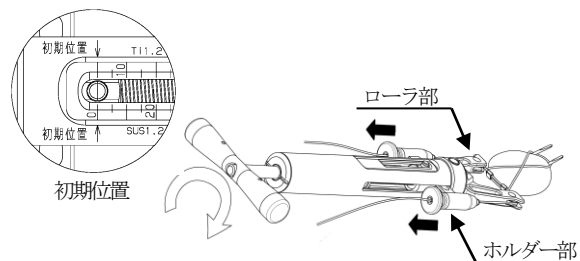

図11
- 4) ケーブルテンショナー (ダブル) の目盛りが初期位置にあることを確認し、ケーブルをケーブルテンショナー (ダブル) の先端ローラ部にかかけ、ケーブルホルダー部に通します。その後、ケーブルのたるみを取り除きます。テンショナー先端、ケーブル、スリーブ部を一直線上に配置し、ハンドルを右回転させ、ケーブルに張力をかけていきます。(図11) ケーブルが滑り、張力が適切にかからない場合、テンショナーのハンドルを左回転させて初期位置に戻した後、スベアホルダーを接続し、ケーブルのたるみを除去した後、再度ハンドルを右回転させ張力をかけていきます。